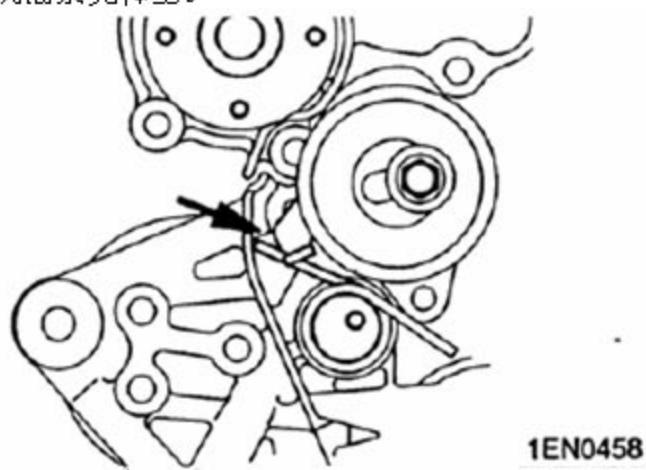

图 3-10
- B). 如图 3-10 所示，将张紧器弹簧的一个伸长端钩在正时皮带张紧器的钩形部。并将张紧器装到机油泵壳体上。